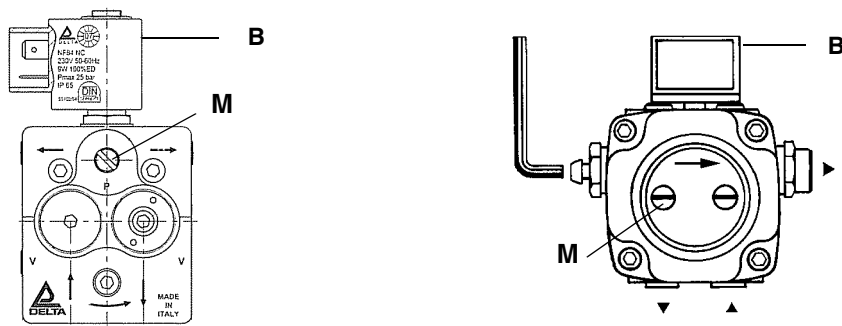

Рис. 10
- 8 заново подсоединить катушку **В** к насосу (Рис. 10);